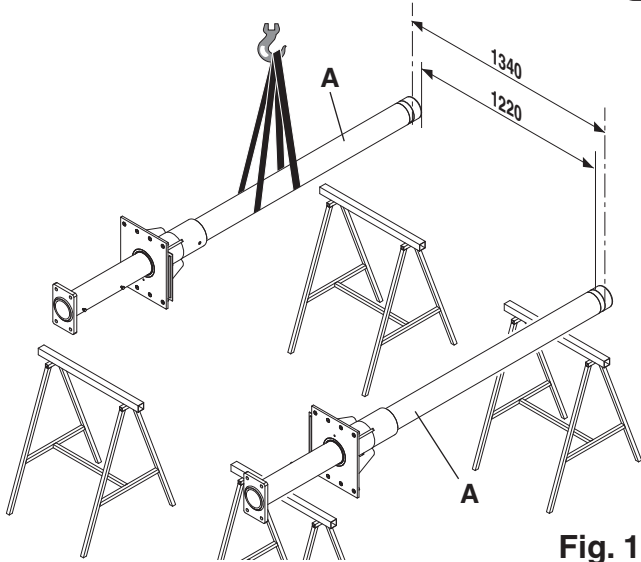

Fig. 10
- Sollevare le due colonne (A), disporle su quattro cavalletti ad una distanza - **vedi fig. 10.**
- Lift the two columns (A), set them onto four stands at a distance – **see fig. 10.**
- Die beiden Säulen (A) heben und auf Abstand auf vier Ständern ausrichten – **siehe Abb. 10.**
- Soulever les deux colonnes (A), les placer sur quatre supports à une certaine distance – **voir fig. 10.**
- Levantar las dos columnas (A), disponerlas en cuatro caballetes a una distancia - **ver fig. 10.**